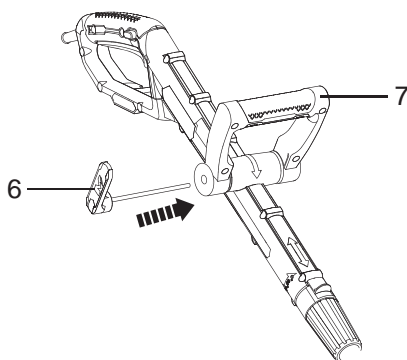

Fig.4
- > Alinhe a pega auxiliar (7) com o suporte da pega (Fig.4).